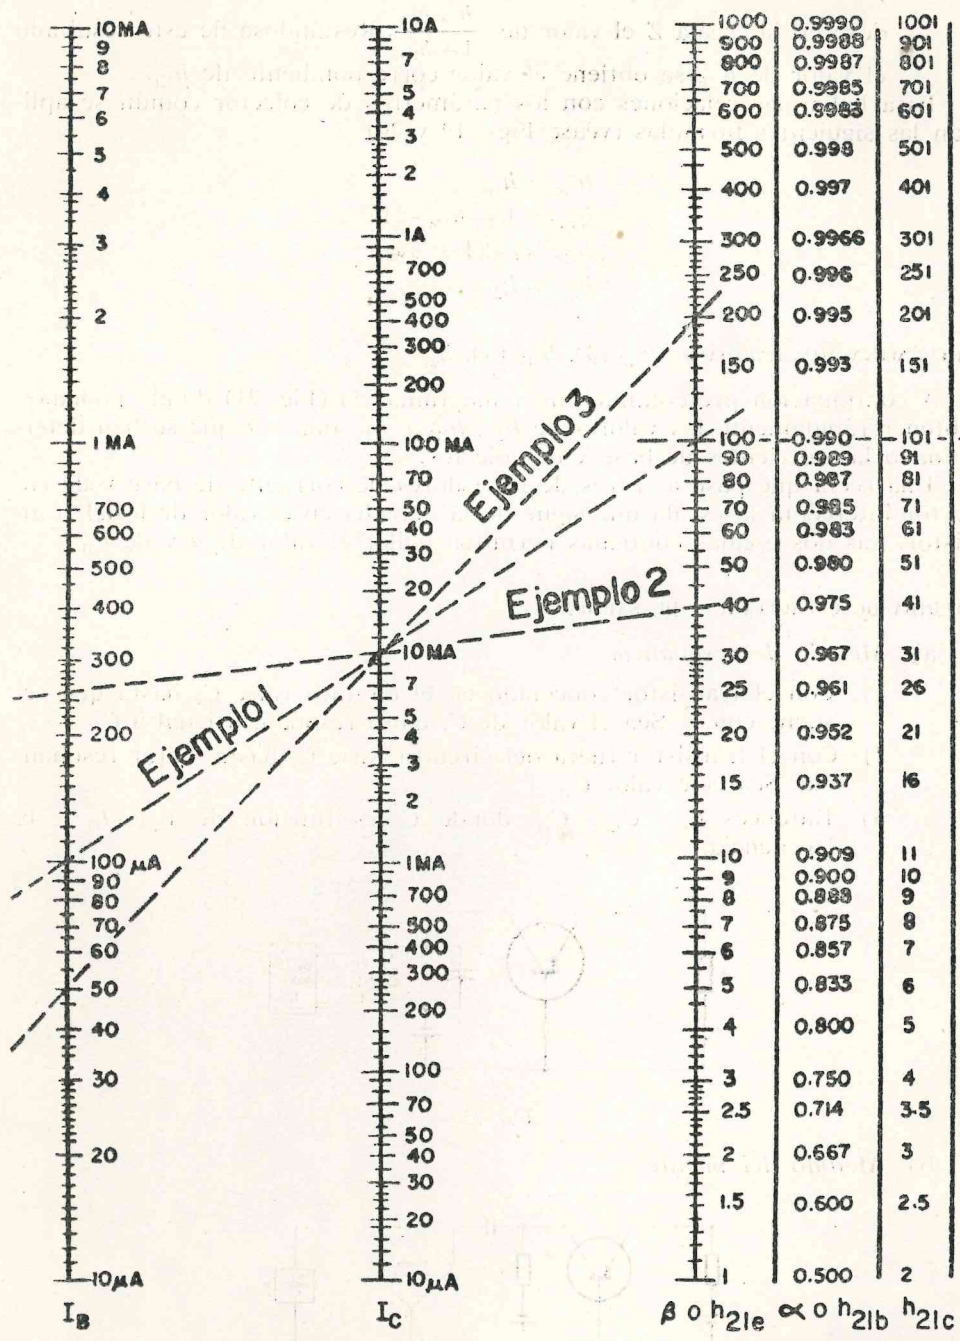

FIG. 21.
A continuación presentamos un nomograma (3) (Fig. 21) donde podemos obtener rápidamente los valores de  $h_{21e}$ ,  $h_{21b}$  y  $h_{21c}$  una vez que se han determinado las corrientes de base y de colector.